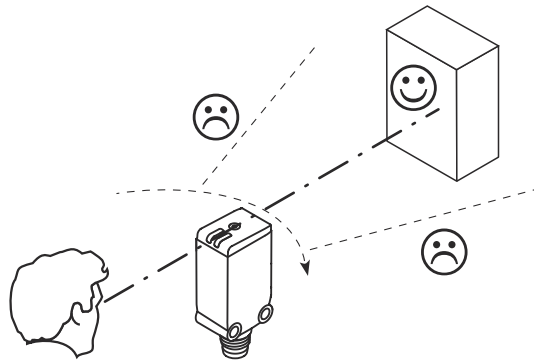

Abbildung 4: Ausrichtung des Sensors
3. Den Sensor am Objekt ausrichten. Die Position so wählen, dass der ausgesandte rote Lichtstrahl die Mitte des Objekts trifft. Es muss sichergestellt werden, dass die Optiköffnung (Frontscheibe) des Sensors komplett frei ist, siehe Abbildung 4, Seite 10.